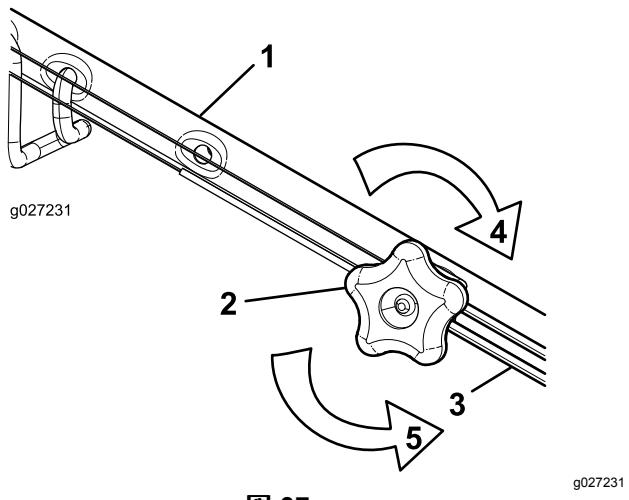

図 37
1. 調整ナットを左に回してケーブルの調整をゆるめる図 37。
2. ケーブル図 37を押し引きして適当な位置に調整できたら、その位置に保持する。